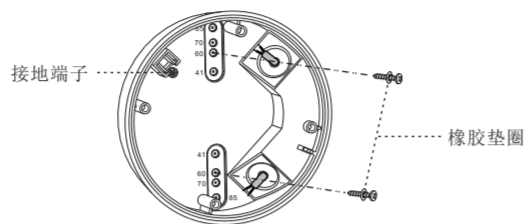

图 15
4.4.3.3 选择适当的敲孔，以便用配有橡胶垫的 2 个木螺钉将接线盒固定到天花板表面上（见图 15）。